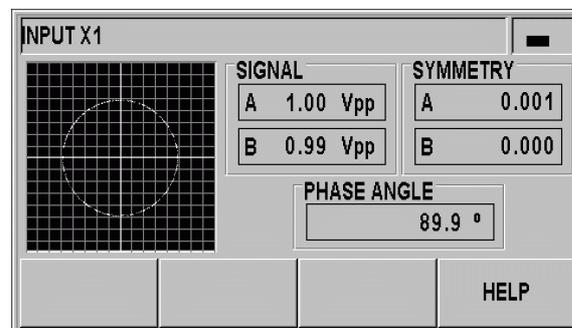

рис. II.38 Тест датчика с интерфейсом 1 Vss
- Как только вы начнете перемещать датчик, ND будет представлять сигналы каналов A и B графически в виде фигур Лиссажу (смотри рис. II.38) и показывать амплитуду, симметрию и смещение фаз.